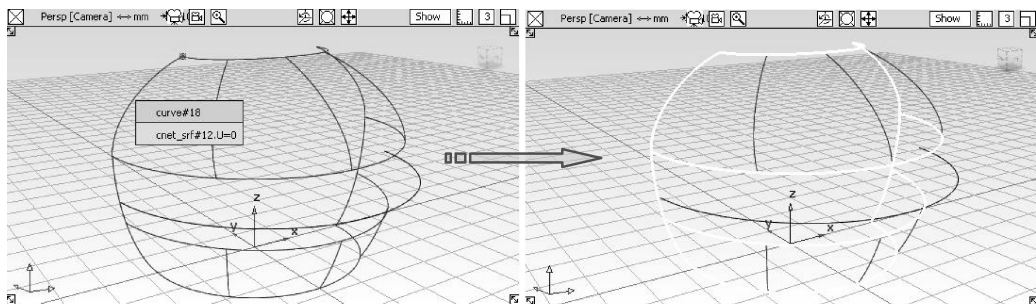

图 4-67 选择曲线网络
- 02 选择【pick】工具，在视窗中选择曲线网络的一条曲线。所创建的曲线网络处于激活状态，如图 4-67 所示。